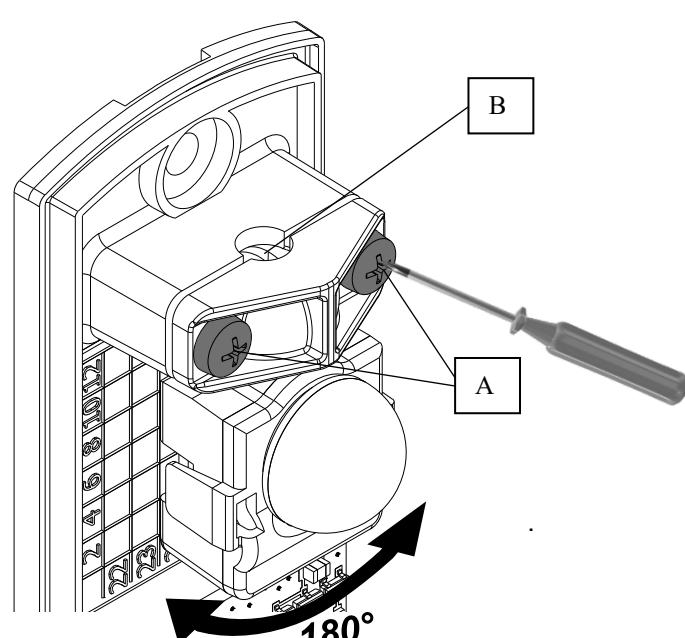

Fig. 1
- 1) Desserrer légèrement les vis de serrage des têtes rotatives « A » (fig. 1).
- 2) Orienter les têtes TX et RX l'une vers l'autre jusqu'à obtenir la LED rouge sur le RX (fig. 1 et 2).
- 3) Une fois la LED rouge allumé, le faisceau est détecté. Pour affiner le réglage il faut suivre la procédure 3. **POINT DE TEST**. Vous pouvez utiliser l'encoche « B » (fig. 1) avec un tournevis plat.
- 1) Allentare leggermente le viti di serraggio delle teste rotanti "A" (fig. 1).
- 2) Orientare le teste TX e RX l'una verso l'altra fino a visualizzare il LED rosso sulla RX (fig. 1 e 2).
- 3) Una volta che il LED rosso si accende, il raggio è stato rilevato. Per regolare con precisione l'impostazione, seguire la procedura 3. **PUNTO DI PROVA**. La tacca "B" (fig. 1) può essere utilizzata con un cacciavite piatto.